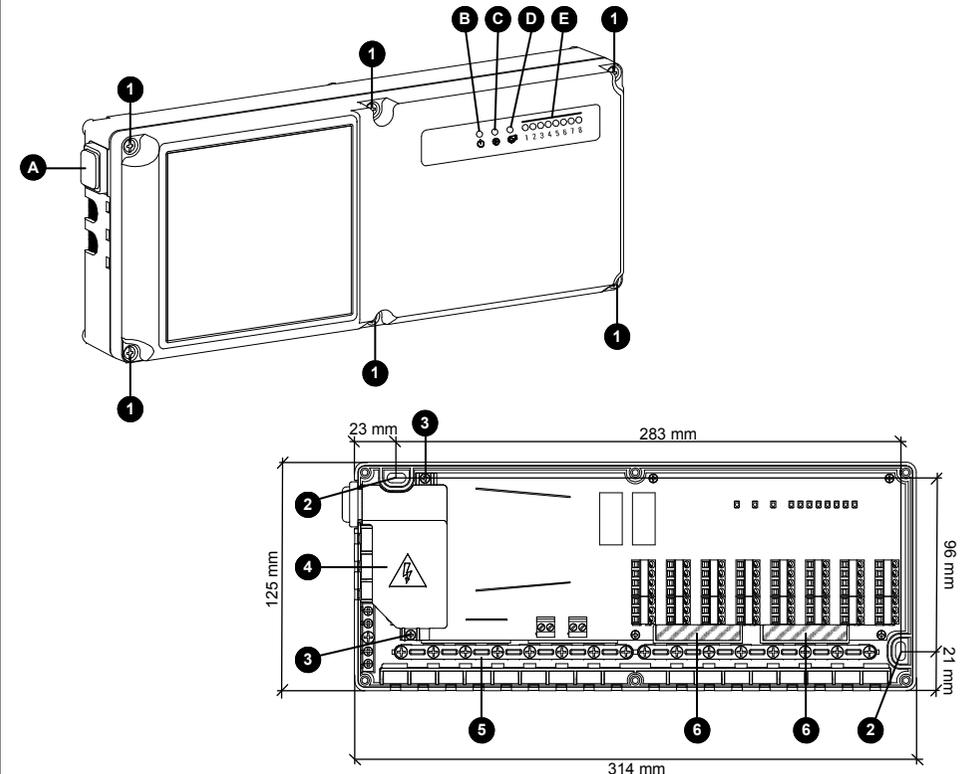

Fig. 1: Vista interna e parti meccaniche.
- Fissare la base del dispositivo alla parete utilizzando i due fori per viti indicati con 2 in Fig. 1.
- Togliere le 2 viti indicate con 3 in Fig. 1 e rimuovere il coperchio copri morsettiere indicato con 4 in Fig. 1.
Rimuovere, con l'aiuto di un cacciavite, i tasselli della base, indicati in 6 di Fig. 1. A questo punto si possono far passare i cavi attraverso le aperture prodotte nella base fino a raggiungere i morsetti.
Led verde di alimentazione 'ϕ' (Fig. 1)
Led rosso attivazione uscita pompa '⊕' (Fig. 1)
Led rosso attivazione uscita caldaia '⊕' (Fig. 1)
Led di stato uscite attuatori '1..8' (Fig. 1)
Interruttore luminoso ON / OFF (Fig. 1)
L'interruttore luminoso posizionato sul fianco sinistro della centralina toglie tensione dalle uscite ma non isola le parti posizionate sotto il coperchio plastico di Fig. 1; in questo modo e' possibile accedere ai termostati ed agli attuatori durante l'installazione per la verifica e la eventuale ricerca di guasti.
- Togliere le 6 viti indicate con 1 in Fig. 1 e rimuovere il